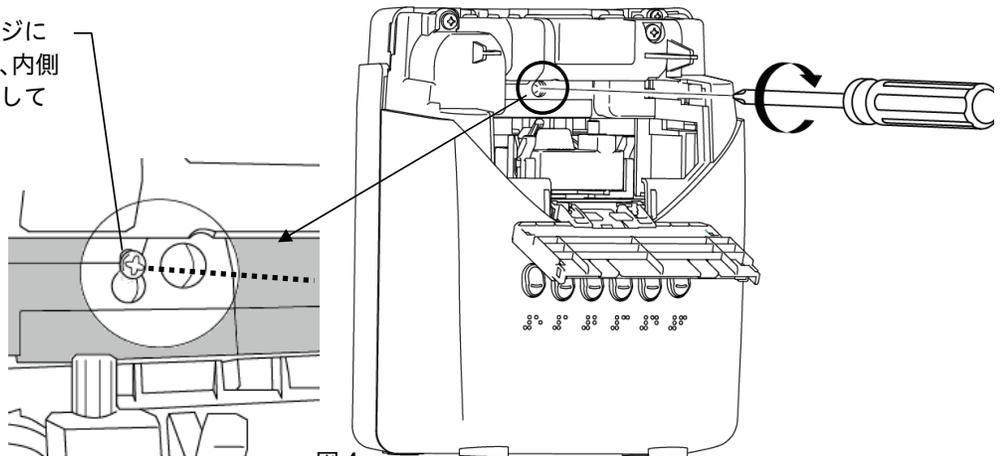

図4
- ・引っ掛けた上の木ネジを内側から確認してプラスドライバーで締め込み固定します。(図4参照) (下の木ネジを締め込む必要はありません)